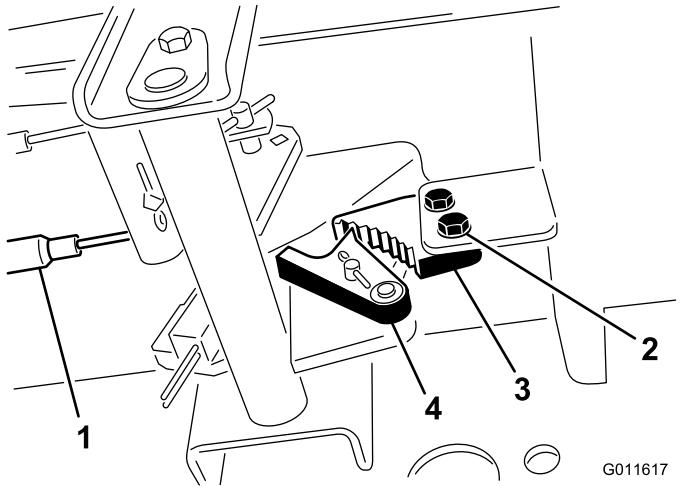

Bild 98
- Lösen Sie die zwei Schrauben, mit denen die Sperre der Feststellbremse am Rahmen befestigt ist (Bild 98).
- Drücken Sie das Pedal der Feststellbremse nach vorne, bis die Bremsenarretierung ganz an der Bremssperre greift (Bild 98).